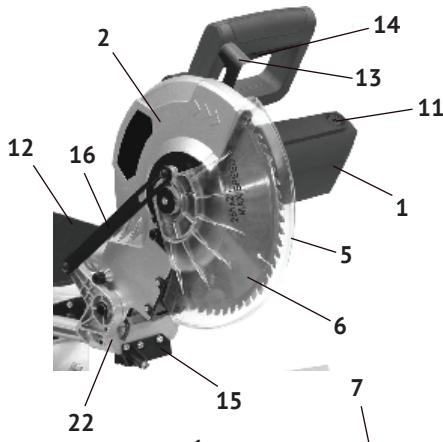
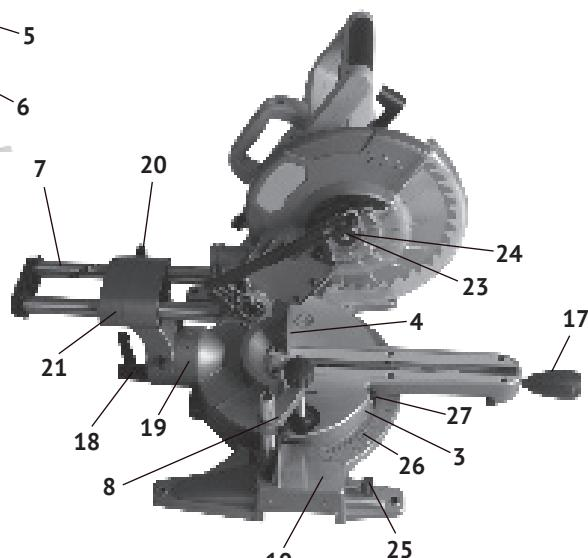

рис.1
рис.2
1.1.2 Основным несущим узлом режущего блока пилы является металлический редуктор, выполненный заодно с верхним защитным кожухом диска (рис.1 поз.2). К редуктору крепится пластиковый корпус двигателя (рис.1 поз.1), с закреплённой на нём рукояткой. Вертикальное перемещение режущего блока для реза обеспечивает суппорт вертикального перемещения (рис.1 поз.22). Возвратная пружина на оси суппорта, возвращает режущий блок в исходное положение. Горизонтальное движение по направляющим (рис.2 поз.7) и отклонение влево от вертикальной оси обеспечивает суппорт наклона и горизонтального перемещения (рис.2 поз.21). Заготовка на рабочем столе может быть повёрнута на угол от 0 до 45° за счёт поворотного основания. На основной рукоятке пилы расположены: рычаг блокировки защитного кожуха (рис.1 поз.13) и клавиша выключателя (рис.1 поз.14). Конструкция пилы позволяет осуществлять: распиловку материала под заданным углом от 0 до 45° относительно задней кромки заготовки в обе стороны, заданным углом (от 0 до 45°) относительно вертикальной оси влево и продольного пиления при перемещении вдоль направляющих. Крутящий момент с якоря электродвигателя шестернёй передаётся на шпиндель, соосный с двигателем. На шпиндель, между опорным и прижимным (рис.2 поз.24) фланцами крепится пильный диск (рис.1 поз.6). Диск являются основным рабочим инструментом для резки выбранных материалов. Пила рассчитана на повторно-кратковременный режим работы (S3) с номинальным периодом времени: работа/перерыв – 15 мин/5 мин.
1.1.3 Металлическая станина (рис.2 поз.10) пилы устанавливается на ровную горизонтальную поверхность. Для крепления пилы на верстаке (рабочем столе) в ножках станины имеются 4-е крепёжных отверстия. При пилении длинных заготовок в станину крепятся 2-е дополнительные опоры (рис.1 поз.9). Распиливаемая заготовка плотно прижимается к параллельному упору (рис.2 поз.4) и крепится к рабочему столу струбциной (рис.2 поз.8).
Для отвода стружки в комплект поставки входит пылесборник (рис.1 поз.12), который крепится к патрубку неподвижного кожуха. К патрубку можно подключить промышленный пылесос.
На суппорте вертикального перемещения (рис.1 поз.22) пилы расположен блок лазера (рис.1 поз.15), подсвечивающий линию реза при пилении.
- разблокировать подвижный защитный кожух рычагом (рис.1 поз.13);
- включение пилы осуществляется нажатием на клавишу выключателя (рис.1 поз.14);
- при установке необходимо, что бы стрелка направления вращения на диске соответствовала направлению, указанному на неподвижном кожухе (рис.2 поз.1) пилы;
- разблокируйте подвижный защитный кожух (рис.1 поз.5), нажав на рычаг блокировки (рис.1 поз.13). Затем, поднимая вверх подвижный защитный кожух, зафиксируйте его в верхнем положении, используя кулиску (рис.1 поз.16). Заблокируйте вращение шпинделья нажатием кнопки стопора, расположенной между корпусом редуктора и корпусом двигателя;
- ключом (входит в комплект поставки) открутите фиксирующий болт (рис.2 поз.23) пильного диска, снимите внешний прижимной фланец (рис.2 поз.24) и пильный диск (рис.1 поз.6);
- для установки угла поворота ослабьте фиксирующую рукоятку (рис.2 поз.17), установите необходимый угол распила, повернув поворотное основание (рис.2 поз.3) в нужную сторону, совместив стрелку-указатель (рис.2 поз.27) с нужным делением шкалы (рис.2 поз.26) и надёжно затяните фиксирующую рукоятку.
- для установки угла наклона необходимо ослабить фиксирующую рукоятку (рис.2 поз.18), установить необходимый угол распила по шкале (рис.2 поз.19) и надёжно затянуть фиксирующую рукоятку.
- пила обладает возможностью продольного движения режущего блока в процессе распиливания по двум трубчатым направляющим (рис.2 поз.7);
- для установки возможности продольного движения режущего блока необходимо ослабить фиксирующий винт (рис.2 поз.20).
- для прямого распила заготовки установите углы наклона режущего блока и поворота пильного стола в положение 0 и затяните фиксирующую рукоятку продольного движения режущего блока. Прижмите заготовку к параллельному упору (рис.2 поз.4) пильного стола. Затем, включив пилу (выполняя действия п.3.1), дождитесь, пока пила наберёт максимальные обороты, и плавно опуская режущий блок, разрежьте заготовку за один распил;
- данная модель пилы обладает возможностью продольного пиления методом движения режущего блока по двум горизонтальным направляющим, что особенно удобно при работе с широкими заготовками. Для выполнения продольного реза ослабьте винт-фиксатор (рис.2 поз.20) продольного движения режущего блока. Прижмите заготовку к упору пильного стола. Затем, включив пилу (выполняя действия п.3.1), дождитесь, пока пила наберёт максимальные обороты, и плавно погружая в заготовку режущий
- во время работы для эффективного отвода пыли из зоны пиления подключите пылесос или установите штатный пылесборник (рис.1 поз.12).
- для замены щёток необходимо открутить крышки щёткодержателей (рис.1 поз.11) на корпусе двигателя (рис.1 поз.1). Щётки следует заменять парой для обеспечения равной степени их давления на коллектор якоря;
- для облегчения транспортировки пилу следует сложить в транспортировочное состояние. Для этого следует полностью опустить режущий блок пилы и зафиксировать его в нижнем положении с помощью стопорной шпильки. Закрепите поворотное основание с помощью рукоятки-фиксатора (рис.2 поз.17).